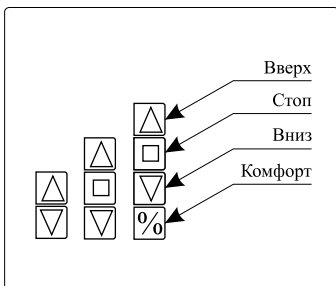

Рисунок 1. Автоматическое назначение команд кнопкам сценарного пульта
- если в группе 4 кнопки, им назначаются команды «Вверх», «Стоп», «Вниз», «Комфорт» (см. рисунок 1);